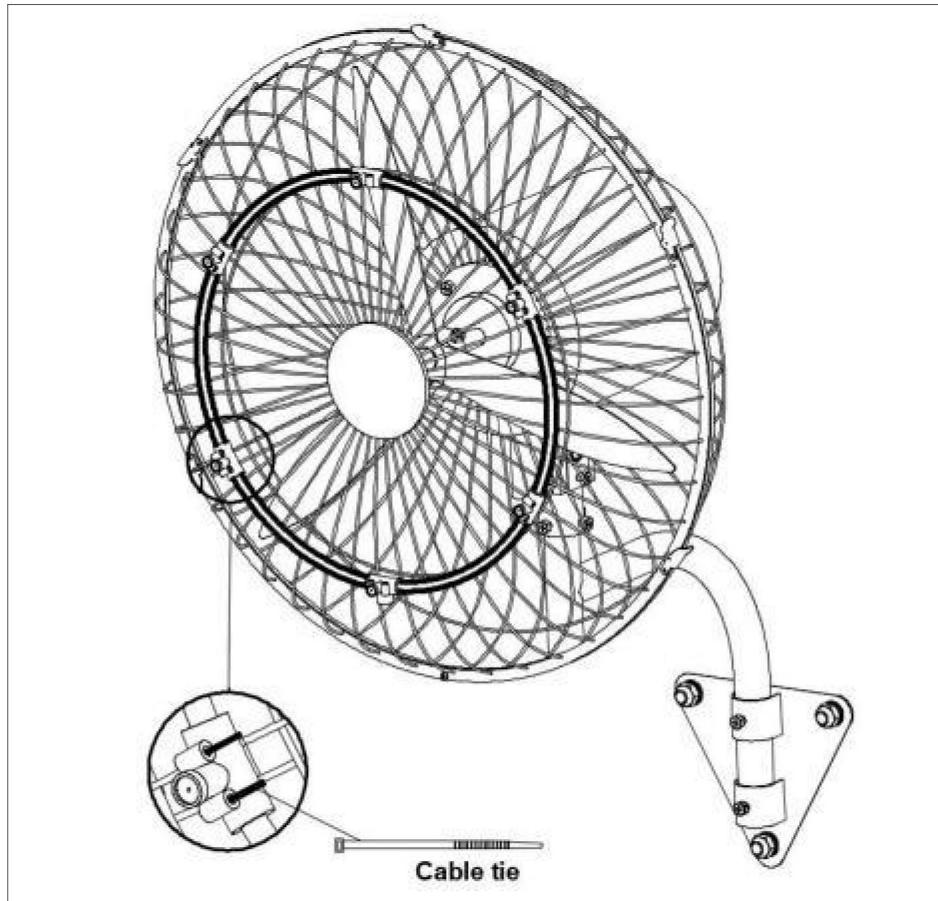

Fig.10.
- 1). Installare il tubo spruzzatore sulla copertura della griglia anteriore e fissarlo con un cavo cravatta. Vedere la (Fig.10.)